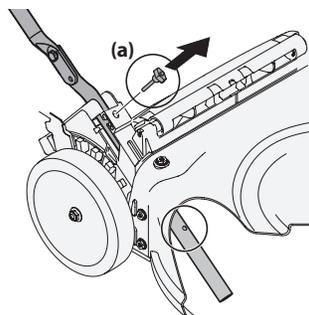
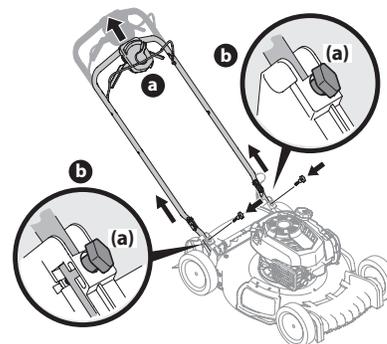

Figure 2-3
Figure 2-4
4. Retirez les boulons à oreilles (a) des supports de la poignée. Voir Figure 2-3.
- a. Tirez la poignée vers le haut jusqu'à ce que les trous dans la partie inférieure de la poignée (voir Figure 2-3) s'alignent avec les trous des supports. Voir Figure 2-4.
- b. Insérez les boulons à oreilles (a) retirés à l'étape 4 dans les supports de la poignée et dans la poignée inférieure. Serrez bien les boulons pour fixer la poignée. Voir Figure 2-4.